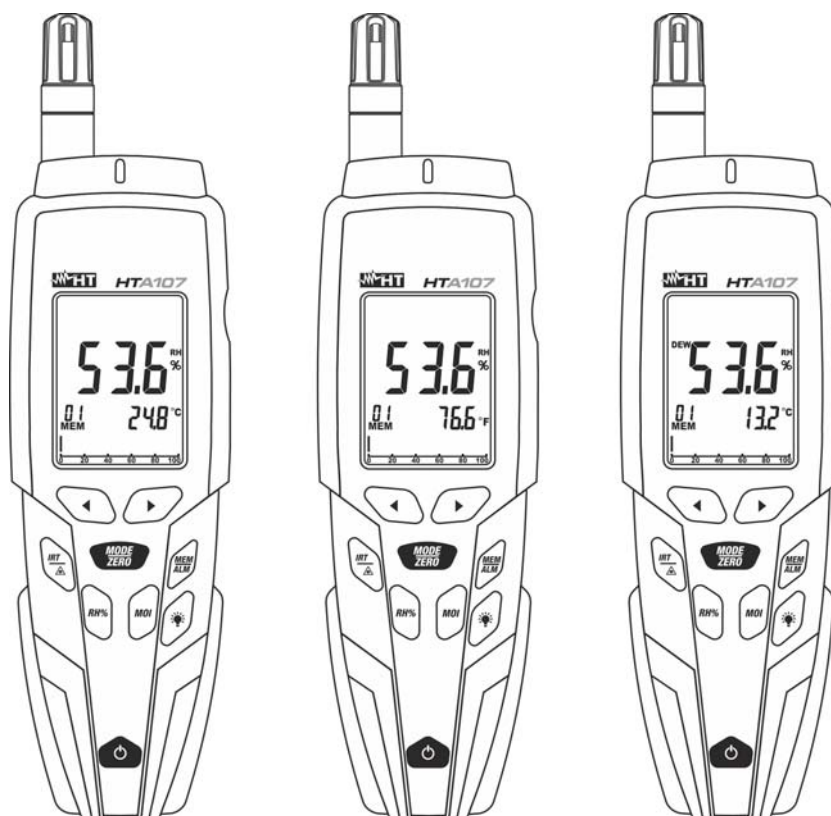

Fig. 7: Uso dello strumento per misura della temperatura/umidità dell'aria
4. Premere il tasto **MODE/ZERO** per selezionare la misura della temperatura di Rugiada e dell'umidità specifica espressa in “g/kg” o “GPP” (vedere § 4.3.6). Il valore della temperatura di Rugiada è mostrato sul display secondario (vedere Fig. 7 – parte destra)